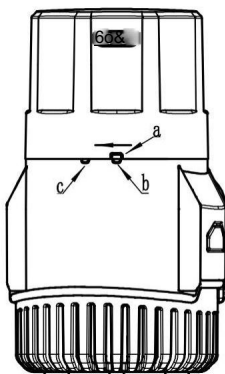

Figure 5
2. Faites pivoter le couvercle du moteur de sorte que le point convexe a tourne du point convexe b au point convexe point c, comme indiqué dans les Figure 5 à Figure 6.